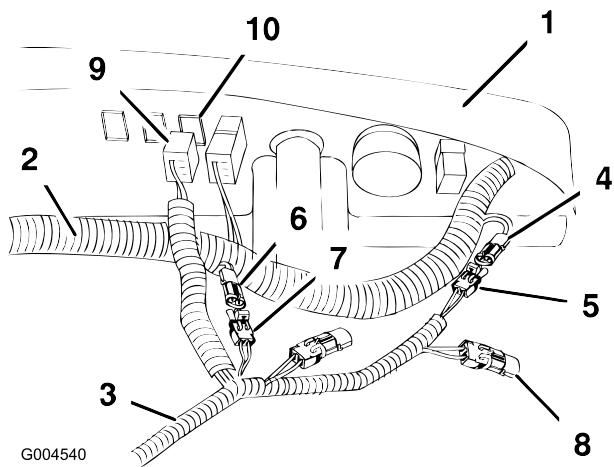

図 8
ネクタに、アクセサリ用ハーネスを 図 8 のように接続する。
7. スイッチ用のコネクタを、図 8 のようにダッシュボードのプラグの裏の位置におく。